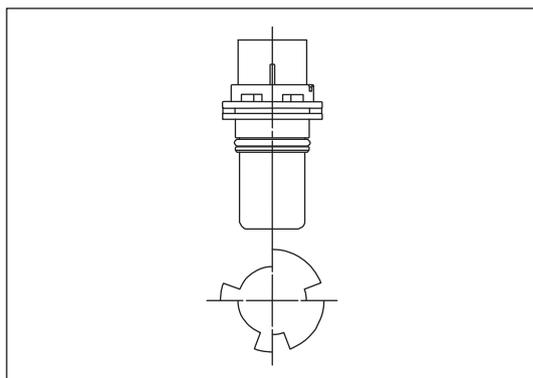

Рисунок 9-3-11. Схема работы датчика Холла
(3) Место установки
(4) Принцип действия
- » Датчик положения содержит датчик Холла; вращение вала приводит в действие задающий диск, установленный на конце вала. Работа датчика Холла основана на принципе Холла: когда зубец задающего диска находится напротив датчика, соответствующий выходной сигнал имеет низкий уровень; в противном случае выходной сигнал имеет высокий уровень. В одном положении распределительного вала сигнал есть, при другом положении распределительного вала сигнал отсутствует. Так определяются две разных верхних мертвых точки, как показано на рис. 9-3-11.
(6) Меры предосторожности при установке
(7) Признаки неисправности и методы диагностики